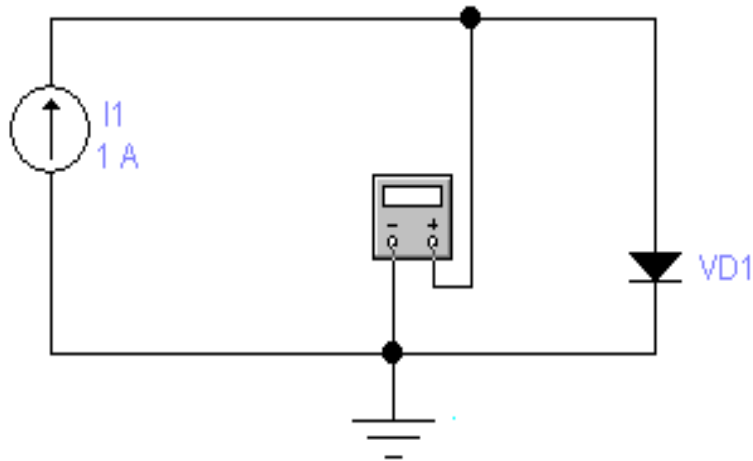

Рисунок 4.35 – Схема для зняття вольт-амперної характеристики напівпровідникового діода
1. Зібрати схему для зняття вольт-амперної характеристики напівпровідникового діода (рис. 4.35).